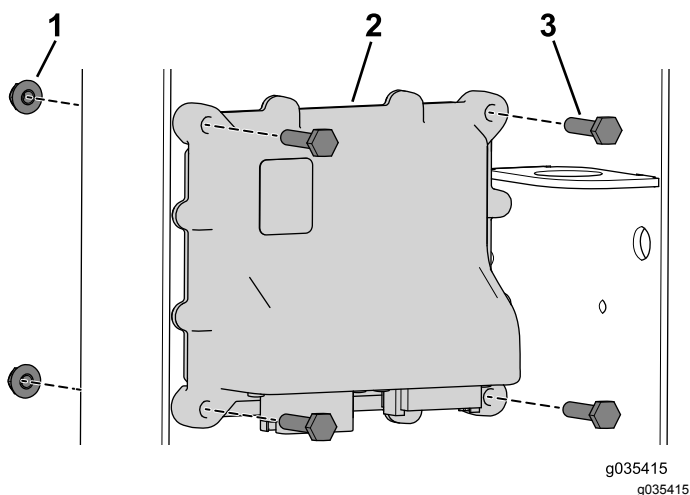

図 12
2. コントローラを固定するボルト1/4 x 3/4 インチ4本とフランジナットを使う図 12。